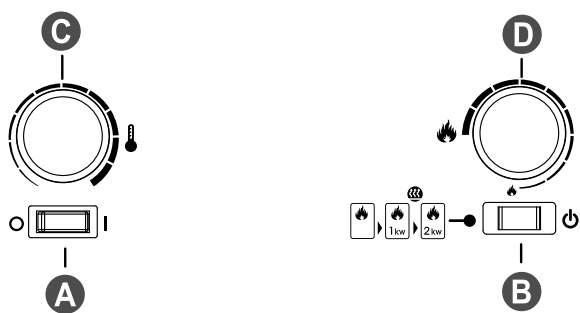
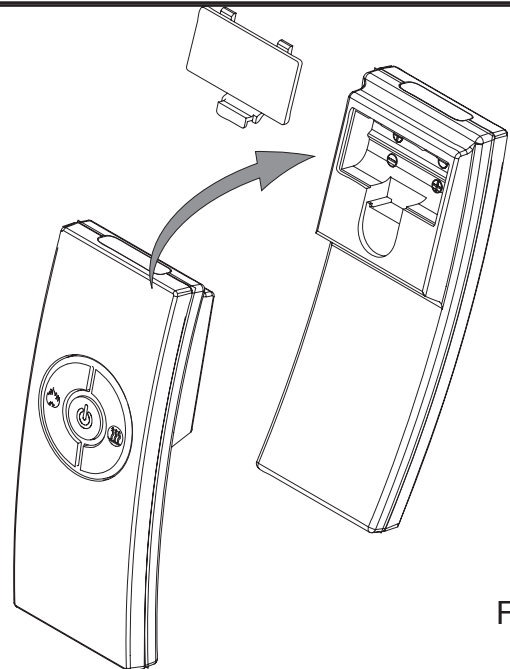
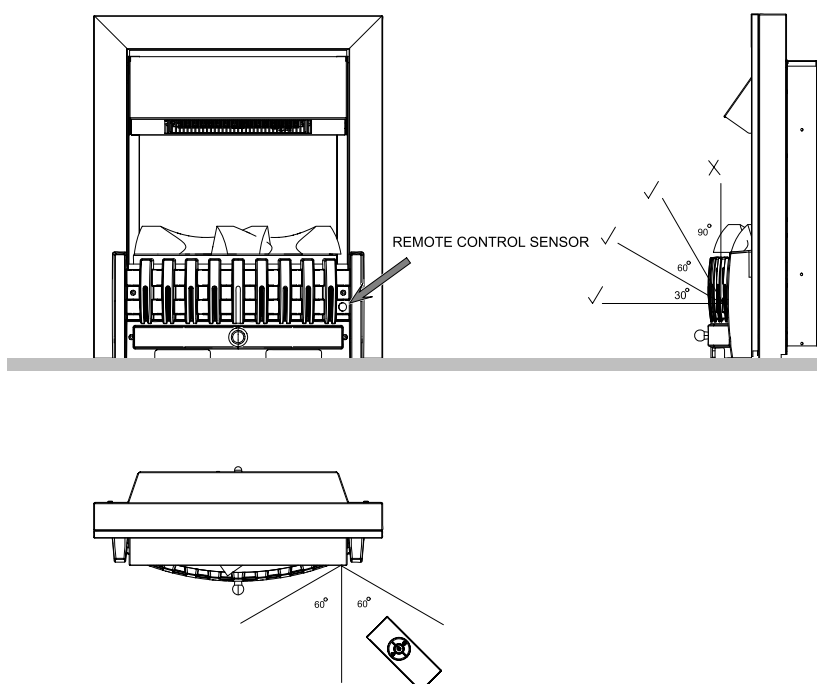

Fig.2
Fig.7
Fig.12
4. La manopola di controllo della fiamma "D" (Fig. 2) può essere ruotata verso l'alto o il basso per creare un effetto più realistico.
1. Premere l'interruttore "A" su **(0)** (vedere Fig. 2).
9. Premere l'interruttore "A" su **"ON" (1)** (vedere Fig. 2).
1. Premere l'interruttore "A" su **"OFF" (0)** (vedere Fig. 2).
7. Premere l'interruttore "A" su "ON" (I) (vedere Fig. 2).
Sul pannello di controllo, affinché il telecomando funzioni, l'interruttore A (vedere Fig. 2) deve essere sulla posizione "ON" (I). Sul telecomando sono presenti 3 pulsanti (vedere Fig. 7). Per poter funzionare correttamente, il telecomando deve essere puntato verso l'effetto di combustione anteriore (vedere Fig. 12). Le funzioni del telecomando sono le seguenti: